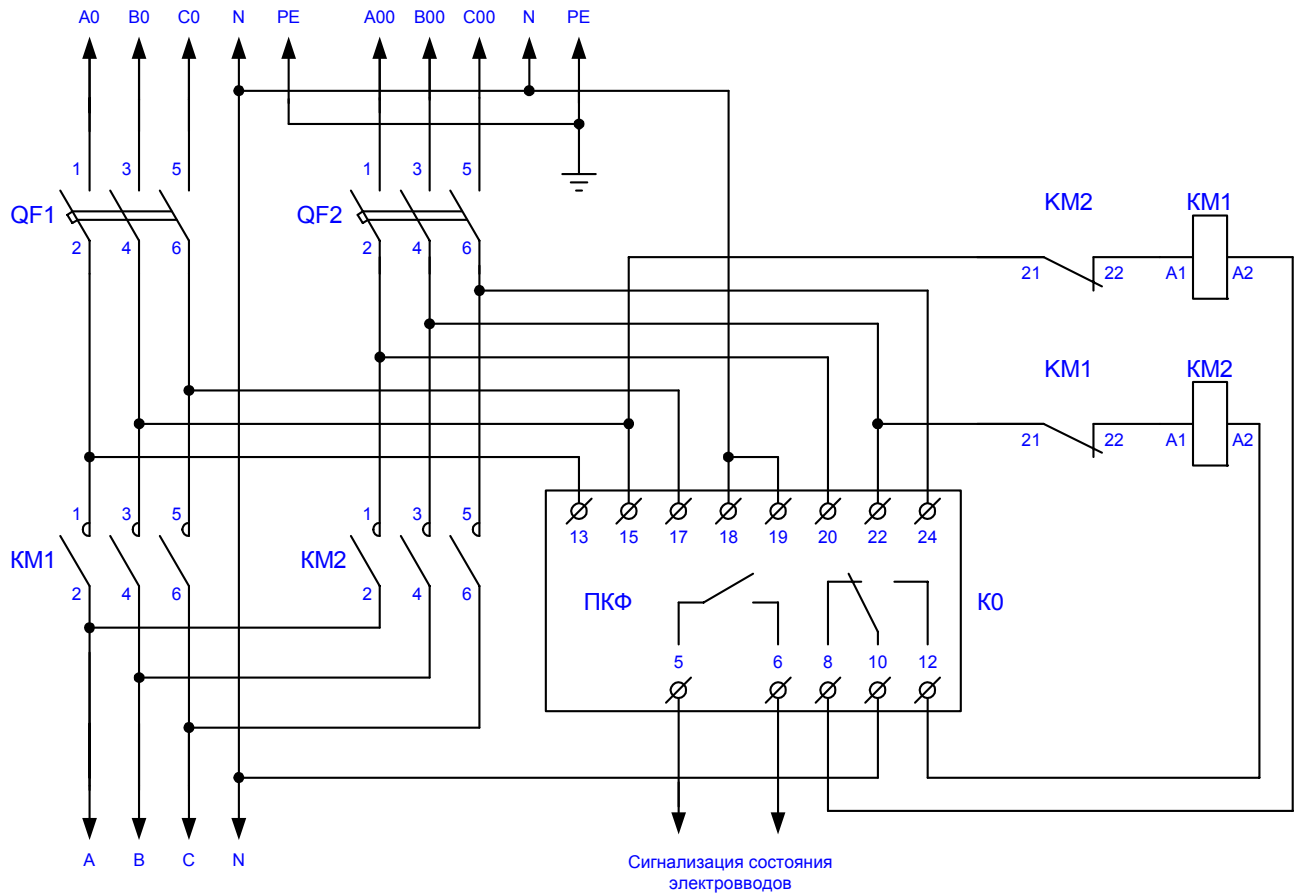

Рис. 3. Рекомендуемая схема применения ПКФ для сборки 3-х фазного АВР.
5.3. Для применения ПКФ в цепях управления автоматическим включением резерва (АВР), рекомендуется подключение приведенное на рис. 3.